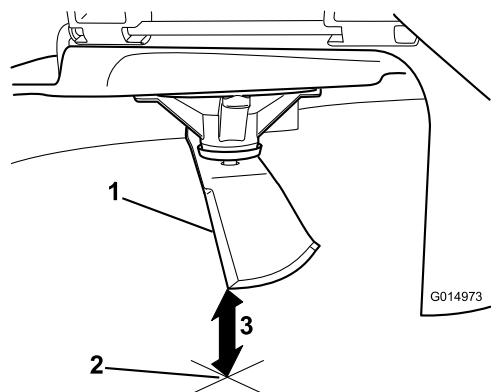

Figura 80
5. Mida desde la punta de la cuchilla hasta la superficie plana (**Figura 80**).